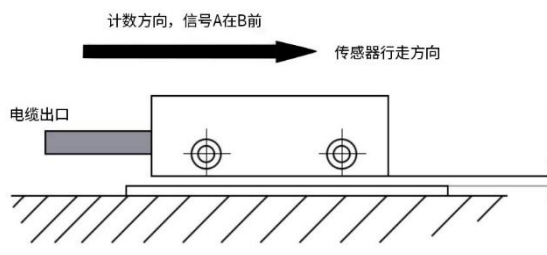
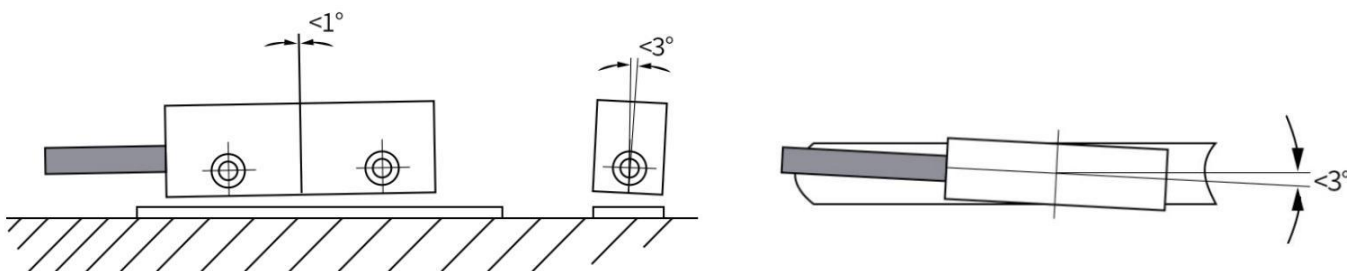

图 2-6 计数方向定义/安装
图 2-7 最大偏差
- **读数头必须与计数方向对齐** (见图 2-6)，如果计数方向会随跟踪电子装置（例如磁显示装置）而改变，则可以忽略。
- 安装磁栅尺读数头时，要确保磁条和读数头之间的间隙，应确保整个测量长度方向的最大偏差(见图 2-7)
- ◆ 观察在总行进距离中磁栅尺读数头和磁条之间的间隙是否超过容忍距离或读数头是否与磁条接触（见图 2-6、图 2-7）。